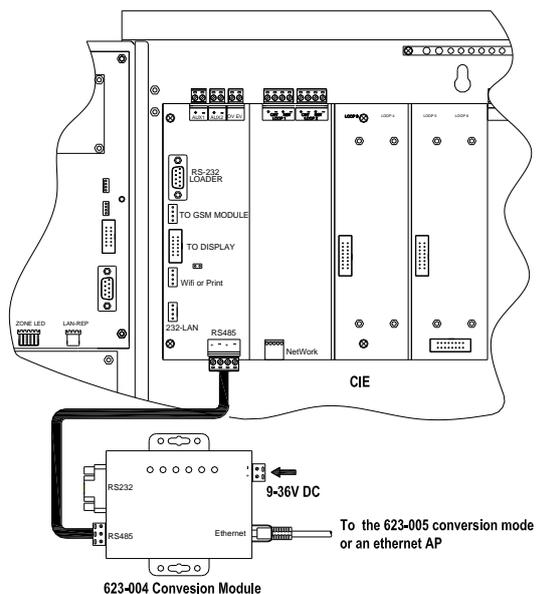

Рис. 8 – подключение RS-485 модуля к ППКУ
- ◆ Подключите порт RS-485 модуля МПС-П-02 к порту RS-485 ППКУ с помощью двухжильного кабеля (см. рис. 8)